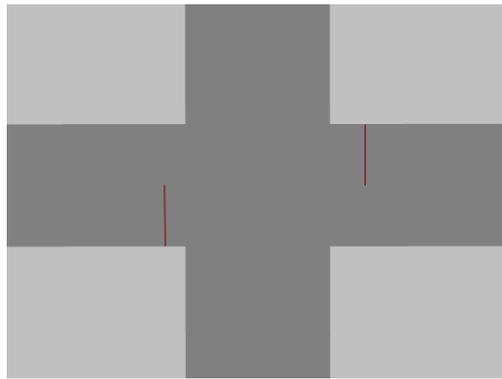

Figura 13
23. Faça o mesmo procedimento para a outra via horizontal que segue no sentido contrário. A figura 13 indicará como deverão estar posicionados os semáforos.